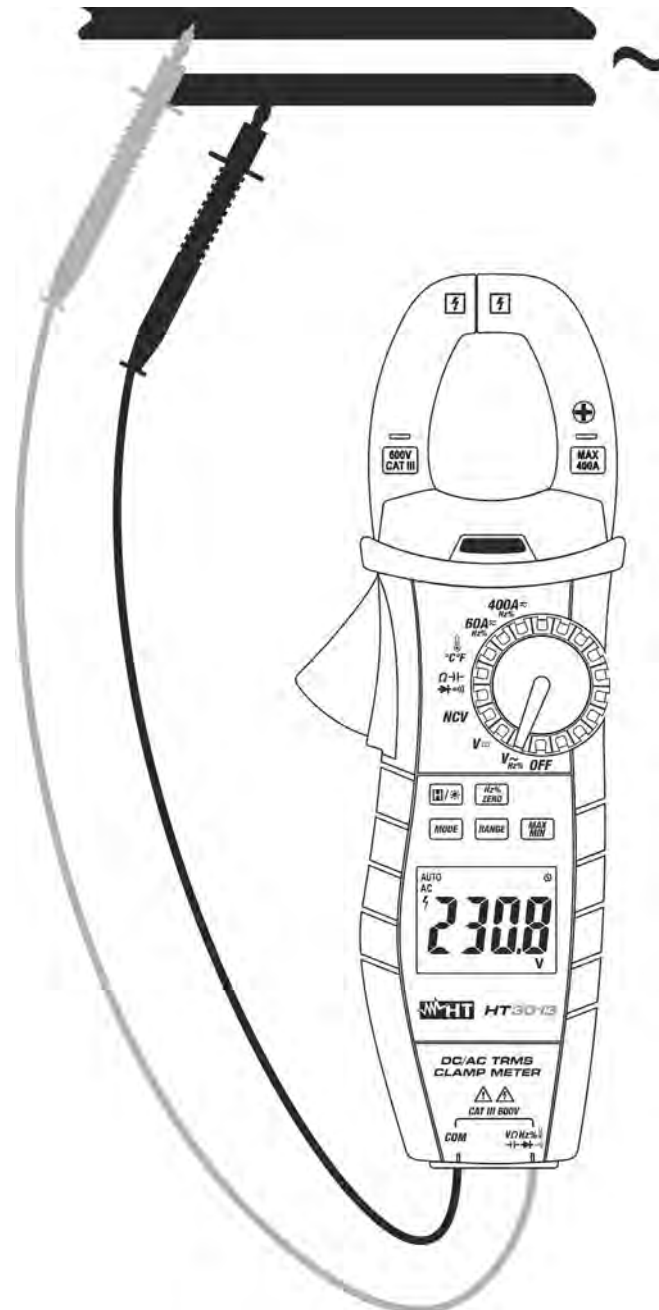

Fig. 5 : Utilisation de l'instrument pour mesure de Tension CA
3. Positionner les embouts sur les points désirés du circuit sous test (voir Fig. 5). La valeur de tension apparaît à l'écran